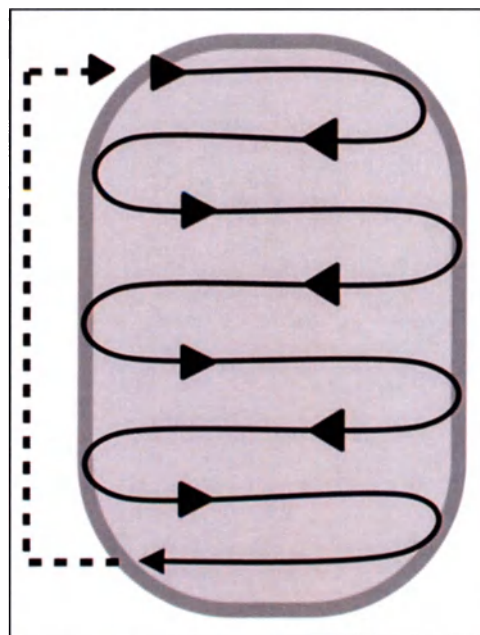

Рис. 34: Горизонтальная змейка
- Обрабатывайте всю зону горизонтальными движениями **змейкой** (см. Рис. 34) в скользящей манере до тех пор, пока температура поверхности кожи обрабатываемого сектора не поднимется до 43-45°C, или до тех пор, пока пациент не начнёт жаловаться на то, что ему слишком горячо.